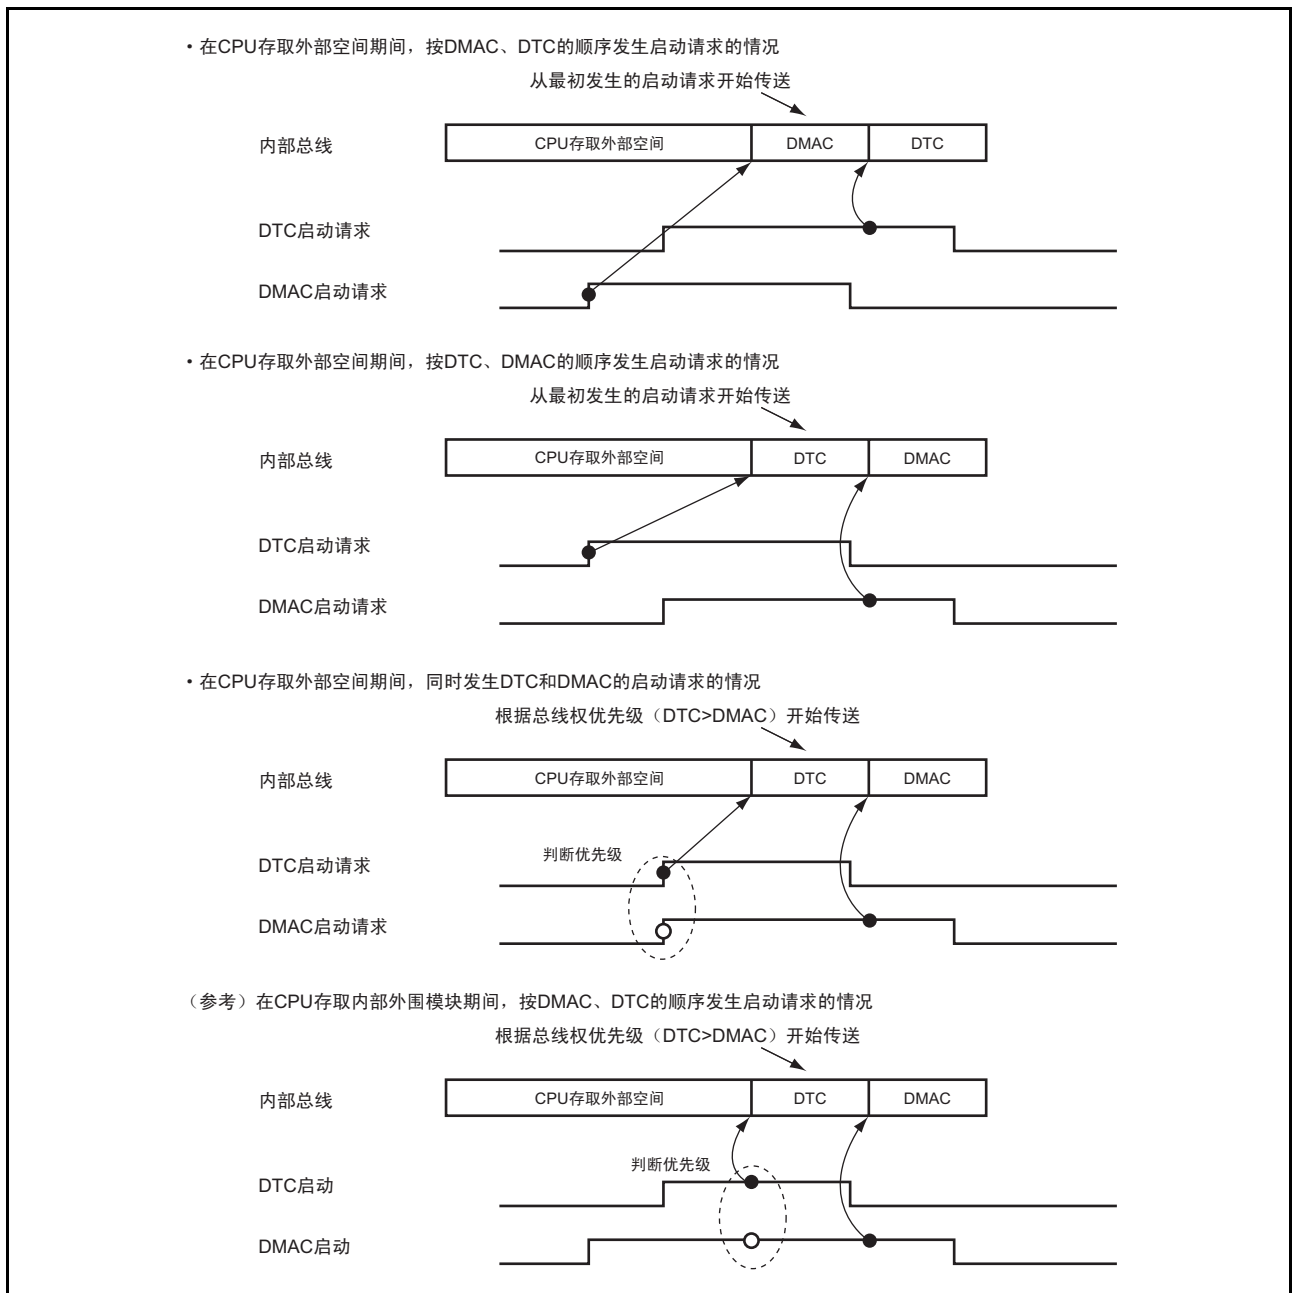

图 9.49 CPU 存取外部空间期间 DTC/DMAC 发生竞争时的总线仲裁
2. 在 CPU 存取外部空间时，如果按照 DMAC、DTC 的顺序产生启动请求，就优先执行 DMAC 传送。在 CPU 存取外部空间期间，DTC/DMAC 发生竞争时的总线仲裁如图 9.49 所示。